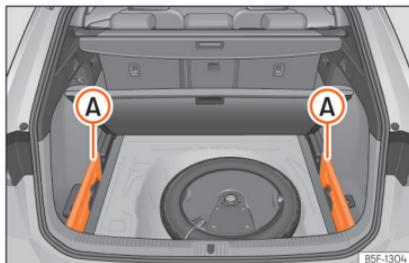

Fig. 130 Na bagageira: alojamento para guardar a chapeleira enrolável.
- Retire as tampas esquerda e direita »» **Fig. 130** **A**.